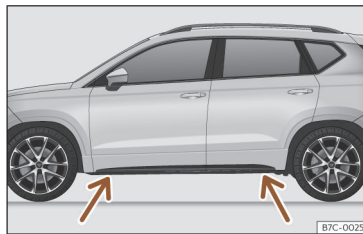

Fig. 214 Points de prise du cric.
- Recherchez sur le bas de caisse la marque du point d'appui du cric (zone renforcée) le plus proche de la roue à changer >>> **fig. 214.**